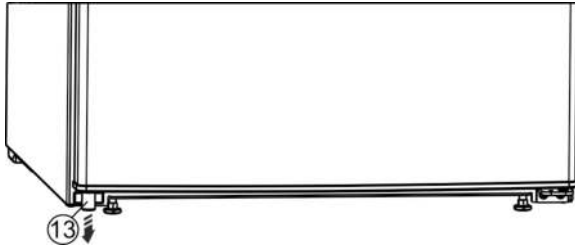

Fig. 9 \*
- Unten links das Distanzteil Fig. 9 (13) aus der Tür herausnehmen.\*